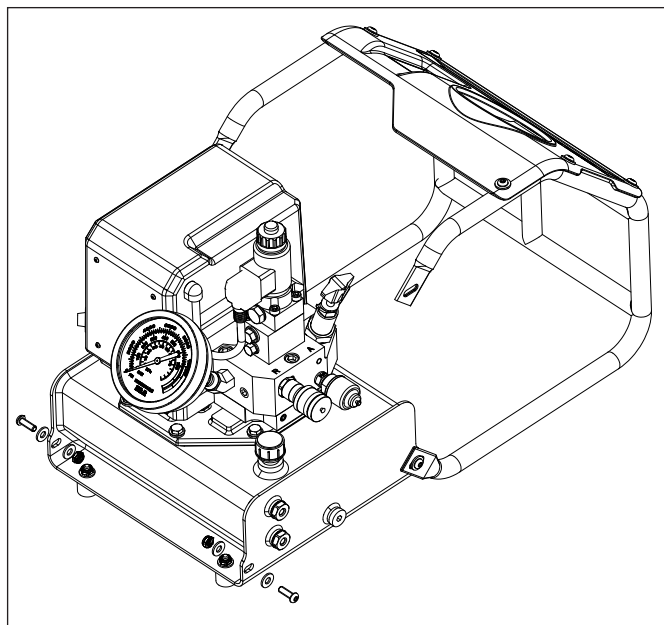

Figura 7: Limpiar el depósito
3. Retire los 2 tornillos, las arandelas y las tuercas que fijan el bastidor protector al depósito. Afloje los otros 2 juegos de tornillos de montaje. Gire el bastidor protector como se muestra en la imagen. Véase Figura 7.